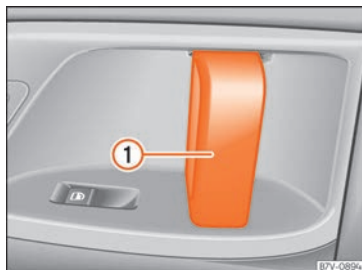

Fig. 98 En la puerta corrediza: manecilla de la puerta ①.
- Con la puerta corrediza desbloqueada, abra la puerta por completo tirando de la manecilla interior de la misma » » » **fig. 98** ①.